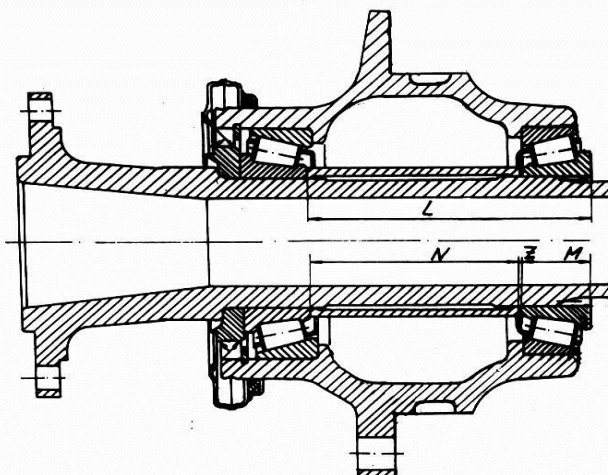

Рис. 4 Размеры для расчета сборки ступицы
7. Чтобы достичь при сборке конических роликоподшипников и ступицы колеса требуемого значения зазора в интервале $\pm 0,05$ мм, необходимо рассчитать толщину регулирующих прокладок 56...59 между распорной втулкой 30 и внутренним кольцом конического роликоподшипника. Толщина прокладок получается из соотношения (рис. 4):